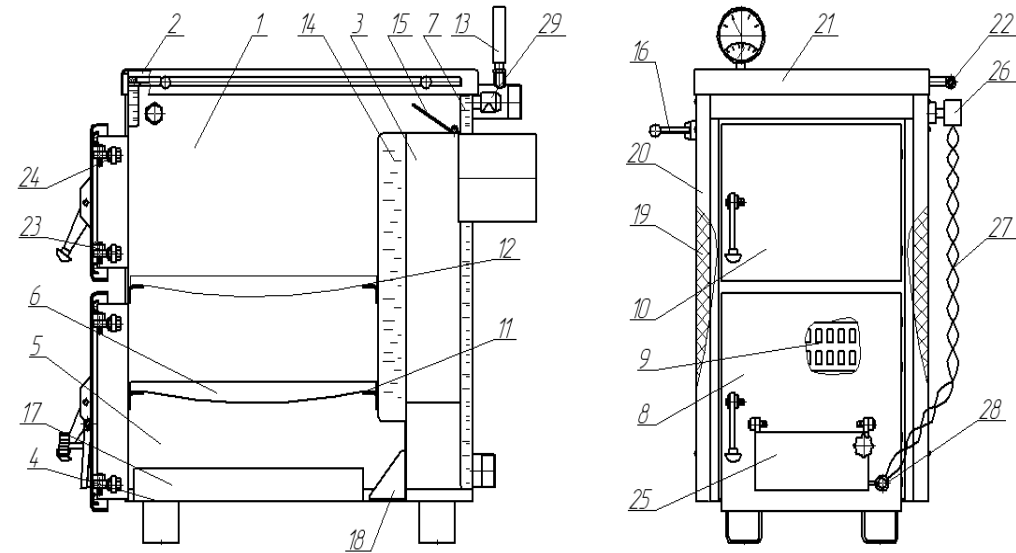

Рис. 1. Апарат комбінований твердопаливний водогрійний АКТВ
- відкрити заслінку розпалу 15 повернувши ручку 16 до верху і витягнувши на себе. Через дверцята топки 9 (рис.1) провести розпал апарата, після чого їх закрити.